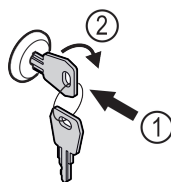

Fig. 57
- ▶ Įspauskite raktą Fig. 57 (1).
- ▶ Pasukite raktą 90° pagal laikrodžio rodyklę Fig. 57 (2).